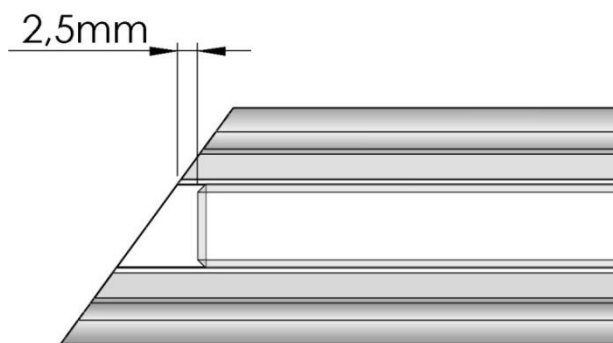

Figura 13
- En los perfiles que terminen en inglete se dejará 2,5mm entre el cristal y la parte más cercana del inglete (figura 13).